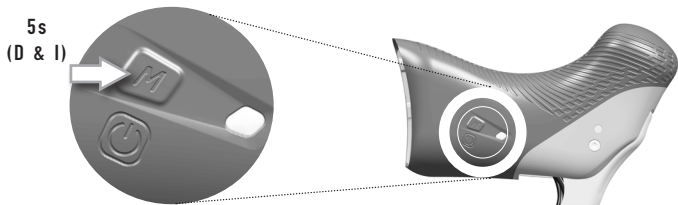

Fig.9
- 2) Mantenga presionados simultáneamente los botones MODE de los mandos Ergopower (Fig. 9) durante 5 segundos, hasta que los ledes se enciendan en color ROSA.